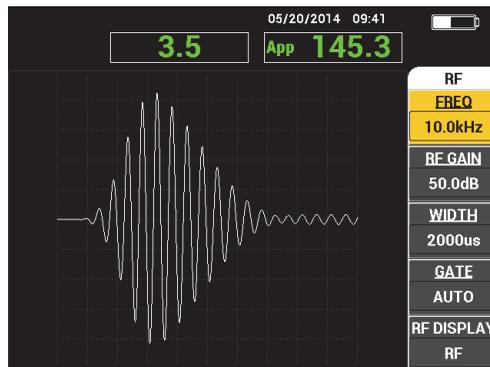

Figura 5-3 RF DISPLAY (estilo de visualización de radiofrecuencia)
5.3.1 Modo PC (RF): menú principal
El estilo de visualización de radiofrecuencia (RF DISPLAY) en el modo de emisión-recepción (PC) es similar al del modo de impulso. Sin embargo, los datos mostrados provienen de la señal amplificada sin tratamiento de la sonda; estos datos no han sido tratados por el equipo. Ver la Figura 5-3 en la página 86.